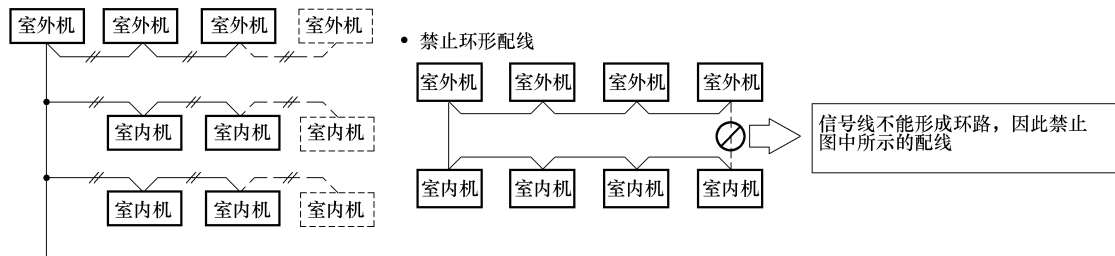

图 3-83 超过 48 台的可选连接示意图
4) 超过 48 台的还可以用图 3-83 所示方法连接信号线。